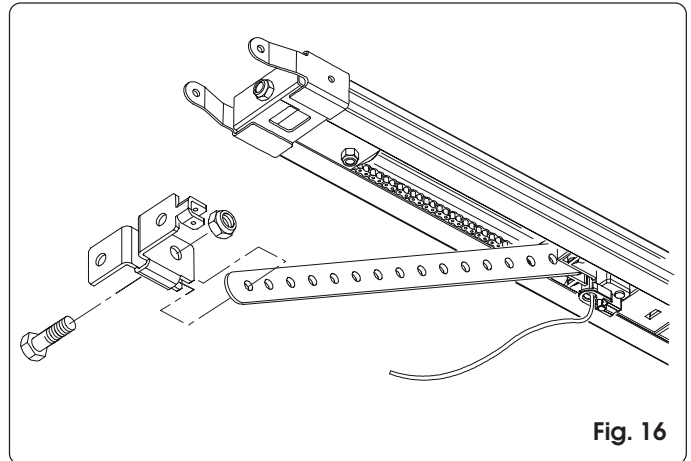

Fig. 16
- 1) Assembler l'attache avec la tringle du traîneau (fig. 16). En cas d'utilisation du déverrouillage extérieur, positionner l'attache sur la porte de manière à ce que le passant du câble de déverrouillage soit orienté vers le côté gauche de la porte (fig. 16 et 17).